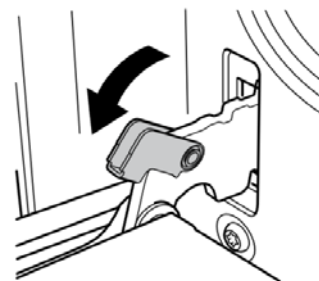

Рис. 1
1. Откройте дверцу духовки до упора, справа и слева поднимите фиксаторы дверцы (Рис.1).